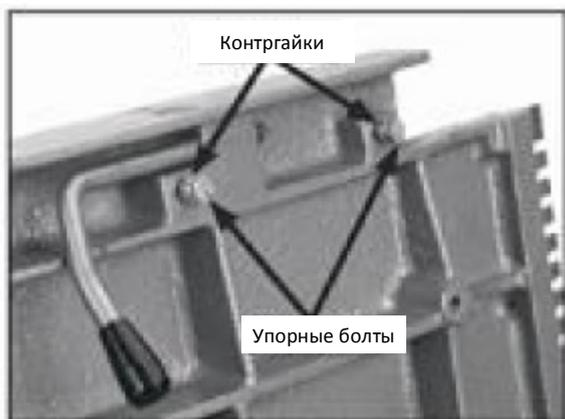

Рис. 33. Упорный болт выводного стола с контргайкой
1. Ослабить контргайки на обоих упорных болтах, показанных на рис. 33, перед столом.